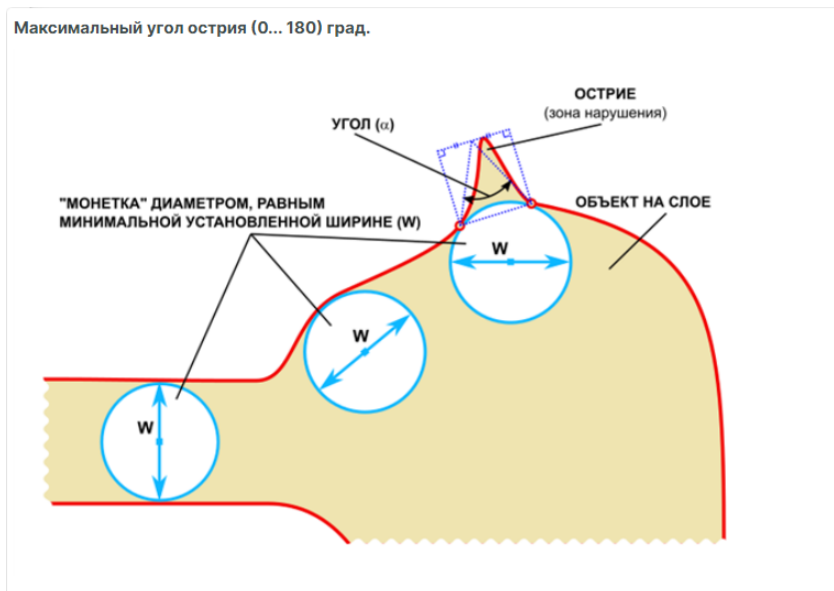

Рис. 477 Максимальный угол острия
- максимального заданного угла острия (0° – 180°) для всех элементов, расположенных на выбранных слоях печатной платы, см. Рис. 477;